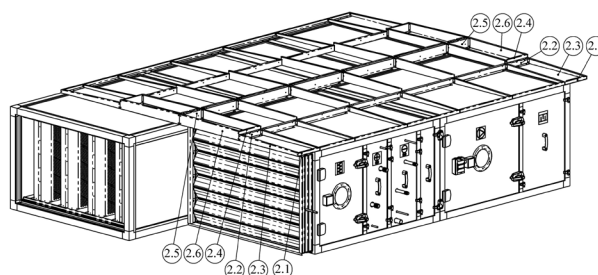

Abbildung 7.3
4. Hintere Halterungen 2.1, 2.2, 2.3, 2.4, 2.5 und 2.6, mit dem Rahmen und dem Gerät verbinden (unter Verwendung von Schrauben (5.0)). (Abbildung 7.3)